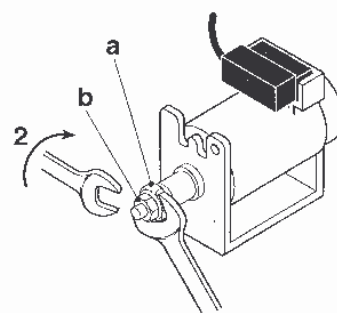

Fig. 32
- 9 - Escludere la regolazione del modulatore avvitando un paio di giri il dado **b** e successivamente il dado **a** del modulatore (fig. 32);
- 10 - Regolare la pressione massima ruotando in senso antiorario il dado **b** con una chiave da 7 (fig. 32), fino ad ottenere una pressione di 12,7 mbar al bruciatore. Questa operazione deve essere fatta con il bruciatore acceso;